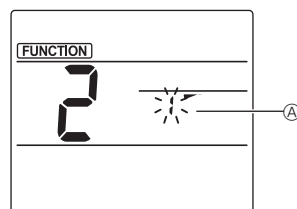

Fig. 2
② Wybór numeru żaluzji (Fig. 2) Nacisnąć przyciski aby wybrać numer żaluzji po czym nacisnąć przycisk [SET].